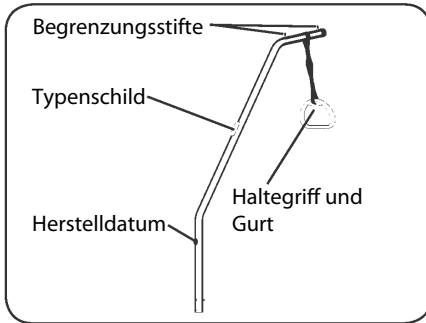

Abb. 6.6.01 - Aufrichter mit Haltegriff und Gurt
Lieferumfang (Abbildung 6.6.01)
3. Positionieren Sie die Halteschleife des Gurtes zwischen den beiden Begrenzungsstiften am Aufrichter (Abbildung 6.6.01).